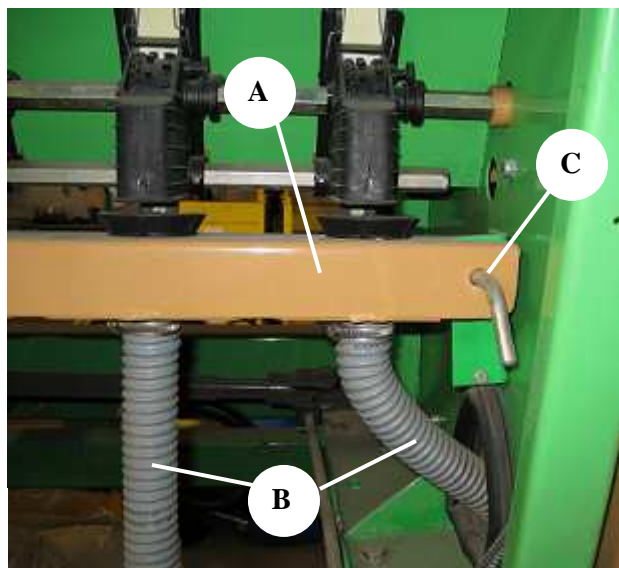

Fig. 23-00
Como puede observarse en la Fig.23-00, las máquinas van equipadas con una bandeja (A) que va colocada en la parte inferior de los distribuidores, que recoge la semilla que éstos dosifican y la hacen llegar por el conducto (B) hasta la bota de enterrado.